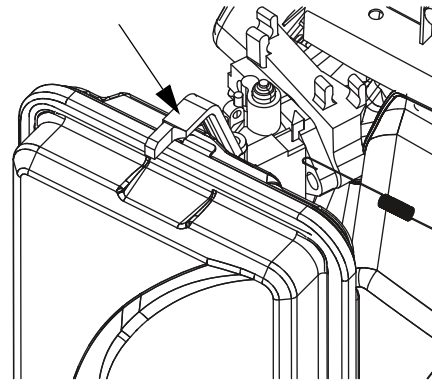

Figure 3-3. Emplacement du volet de départ
2. Amener le levier du volet de départ à la position de démarrage (START) (à gauche) (Figure 3-3).